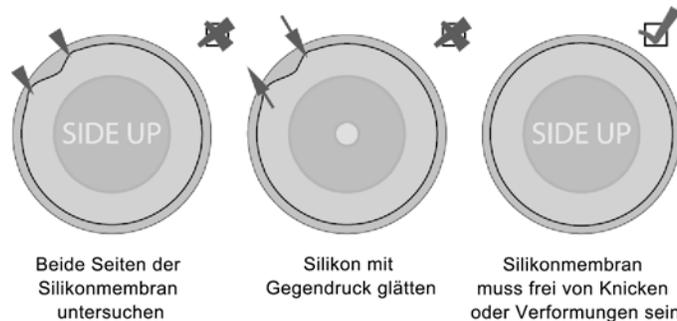

Abbildung D-2 Untersuchen der Silikonmembran des Schlauchsystems
2. Untersuchen Sie die Silikonmembran auf Knicke, Schnitte, Löcher oder Materialveränderungen. Siehe Abbildung D-2.